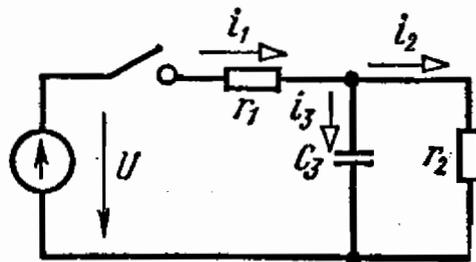

Рис. 7.14
7.14. Параметры цепи (рис. 7.14) равны: $r_1 = 20$ Ом, $r_2 = 30$ Ом, $C_3 = 100$ мкФ.
7.15. До какого напряжения надо предварительно зарядить конденсатор (рис. 7.14), чтобы в цепи при включении сразу наступил установившийся режим?